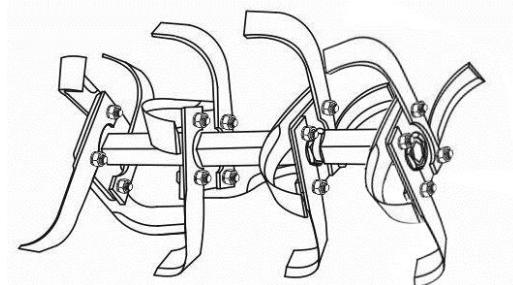

Рисунок 7. Грунтофреза у зборі
6. Склести інші сегменти ротора ґрунтофрези (див. рис. 7.). Складання лівої половини ґрунтофрези здійснюється аналогічно, з урахуванням напрямку обертання ротора.